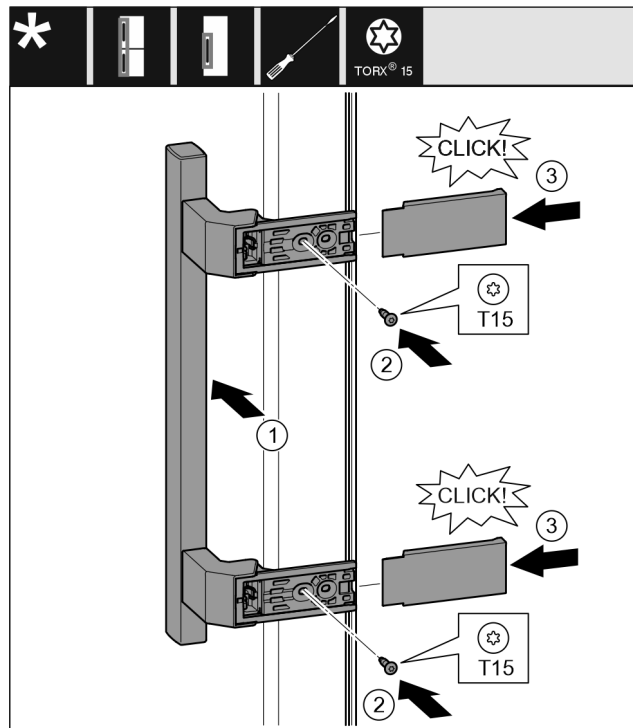

Fig. 21
- Applicare la maniglia sul lato opposto. Fig. 21 (1)
- Serrare le viti con il cacciavite T15. Fig. 21 (2)
- Applicare le coperture lateralmente e spingerle. Fig. 21 (3)